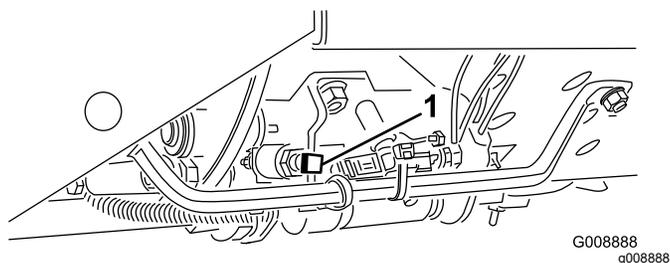

図 20
**重要** 刈り込み速度は、出荷時に 9.7 km/h に調整されています。ストップねじ 図 20 の調整で速度を上げることができます。